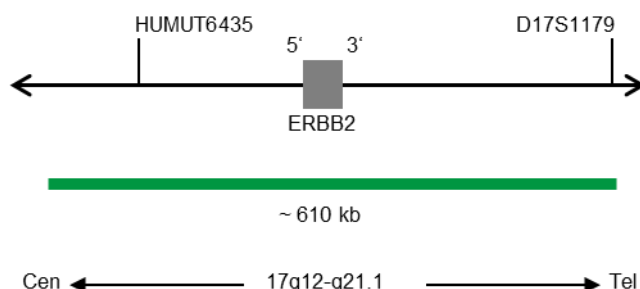

Fig. 1: SPEC ERBB2 Mapa da sonda (não à escala)
- Polinucleótidos marcados com ZyGreen (excitação 503 nm/emissão 528 nm) (~5,0 ng/μl), que têm como alvo sequências mapeadas em 17q12-q21.1* (chr17:37,572,531-38,181,308) que albergam a região do gene ERBB2 (ver Fig. 1).
- Polinucleótidos marcados com ZyOrange (excitação 547 nm/emissão 572 nm) (~0,2 ng/μl), que visam sequências mapeadas em 17p11.1-q11.1 específicas para a região centromérica do satélite alfa D17Z1 do cromossoma 17 (ver Fig. 1).